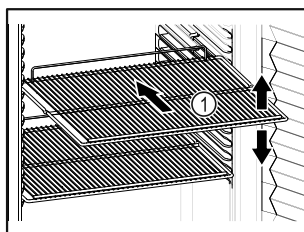

Fig. 71 Esimerkkikuva
- Sovita siirrettävät rutilätasot Fig. 71 (1) korkeuden mukaan.